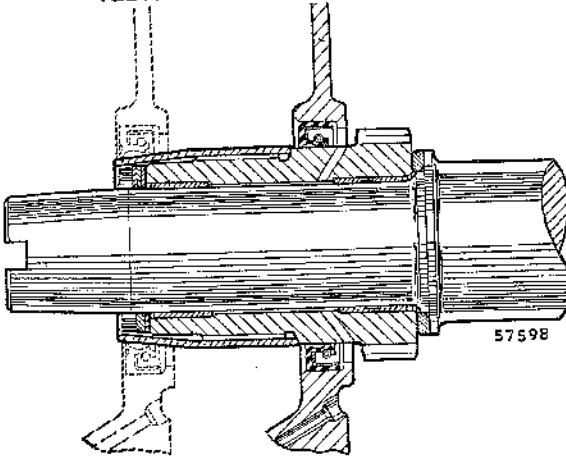

Fig. A 15
- (3) Destornillar los 15 tornillos y tuercas que sujetan el alojamiento; tomar nota de sus posiciones para poder montarlos de nuevo en su correcta posición.
- (4) Para no deteriorar el retén de aceite al extraer el cárter, servirse de la herramienta 18G 570, o 18G 1043 si el reten de aceite empleado es uno rojo de goma siliconica (Fig. A.15).
- (5) Extraer el reten elástico y quitar el engranaje primario.